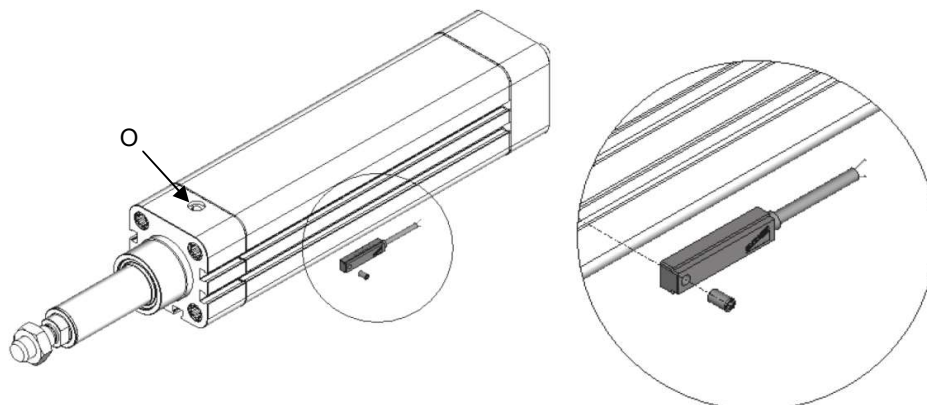

Рисунок 15 – Установка датчика положения.
2.4.6 Модуль оснащен отверстием для выравнивания давления воздуха внутри него или дыхания поз. О, см. рисунок 15. Для корректной работы изделия необходимо, чтобы это отверстие не было закрыто.
2.4.7 Модуль оснащен пазами в профиле. Установите датчик положения в нужный паз, затянув установочный винт, см. рисунок 15.